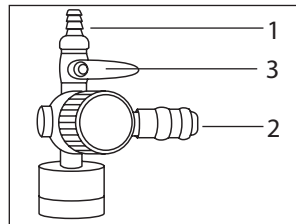

Рис. 4
На выходе из компрессора предусмотрены штуцера двух типов: «елочка» (Рис. 4, п. 1) и быстросъемный (Рис. 4, п. 2).
К инструменту, подключенному к быстросъемному штуцеру, воздух поступит автоматически. Для подачи давления к инструменту, подключенному к штуцеру типа «елочка», откройте шаровой кран (Рис. 4, п. 3).
инструмента, подключенного к штуцеру посредством регулировки положения крана (Рис. 4, п. 3).
ПРИМЕЧАНИЕ! При работе одновременно двумя инструментами следует помнить, что давление в обоих инструментах будет одинаковым, а расход воздуха будет распределяться пропорционально соотношению проходных сечений инструментов или выходных штуцеров в случае регулирования расхода воздуха краном, т.е. при увеличении расхода воздуха через штуцер (Рис. 4, п. 1) будет уменьшаться расход воздуха через штуцер (Рис. 4, п. 2), и наоборот.
- к штуцеру типа «елочка» – закройте кран (Рис. 4, п. 3), ослабьте хомут (если установлен), смените шланги инструмента, снова затяните хомут и откройте кран, установив необходимый расход воздуха;
- Снизьте давление до 1 бар, открыв штуцер «елочка» (Рис. 4, п. 1);
- снизьте давление до 1 бар, открыв штуцер «елочка» (Рис. 4, п. 1);